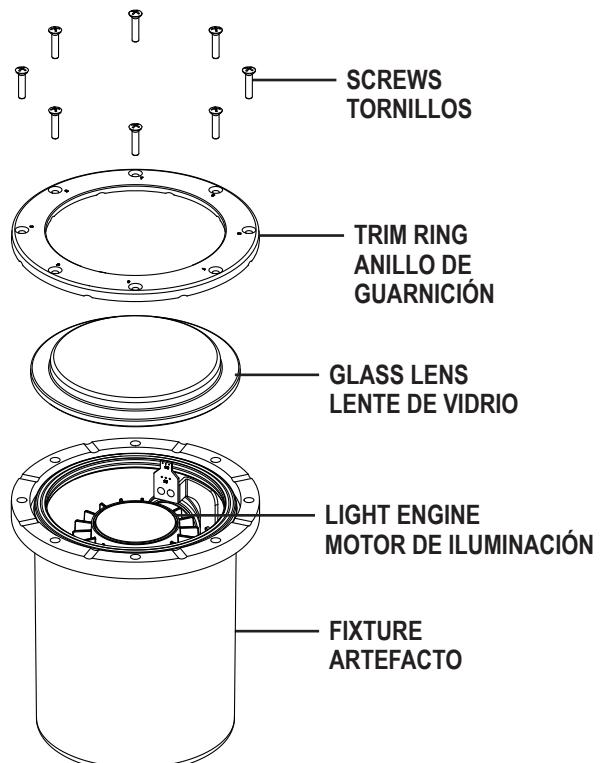

Fig. 1
- Retire los (8) tornillos de la cubierta original del artefacto y retire el anillo de guarnición y la lente de vidrio existentes y deséchelos (ver la Fig. 1).
- Si es necesario, mientras el anillo de guarnición y la lente están retirados, utilice un imán para ajustar el nivel del flujo luminoso. Consulte la hoja de instrucciones de los artefactos estándar. El módulo del motor de luminación está apuntando directamente hacia arriba de fábrica. Asegúrese de que el motor de iluminación esté apuntando hacia arriba antes del montaje (ver la Fig. 1).